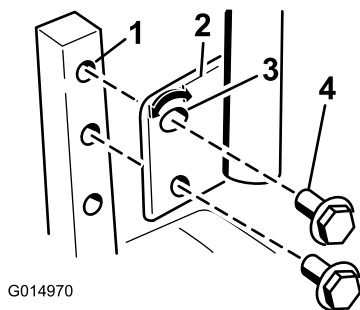

Figura 24
1. Togliete i 2 bulloni che fissano la leva di comando all'albero del braccio di controllo (Figura 24).
3. Fissate la leva con i due bulloni (Figura 24)
2. Allentate il bullone inferiore appena a sufficienza per ruotare la leva di controllo in avanti o all'indietro (Figura 24). Serrate entrambi i bulloni per fissare il controllo nella nuova posizione.